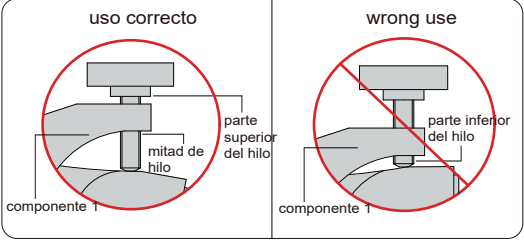

fig.2
- Durante el trabajo, ajuste el tornillo de ajuste fino de modo que el componente 1 quede entre la parte superior y la parte central de la rosca, para aumentar la elasticidad del cabezal, no permita que el componente 1 quede en la parte inferior de la rosca (fig. 2).